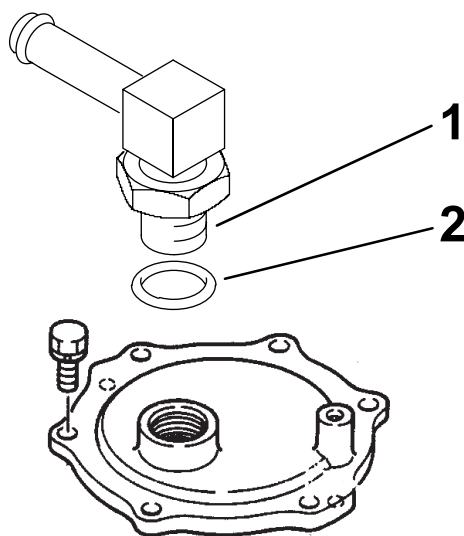

Figura 17
3. Instale la junta tórica pequeña en el acoplamiento, como se muestra en la Figura 17.